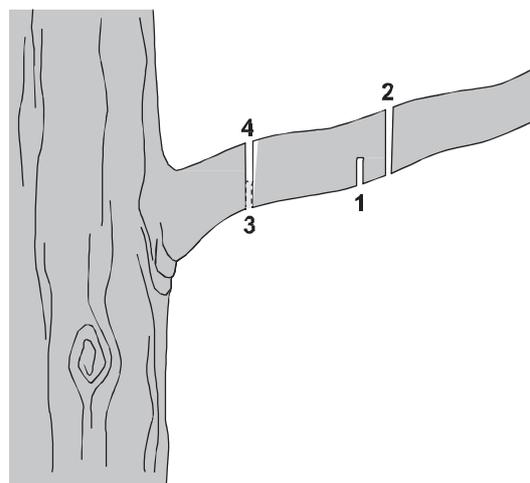

Figura 15
- a. Primeiro, efetue um corte de baixo para cima, um pouco além do local onde você pretende cortar o galho. O corte deve ir de um terço até a metade do galho. Veja Corte 1 na Figura 15, à direita.
- b. Efetue um corte de cima para baixo, certificando-se que ele está fora de onde o galho deverá ser serrado. Veja Corte 2 na Figura 15, à direita.
- c. Para prevenir o galho de se fragmentar, faça um pequeno corte de baixo para cima no local onde o galho será cortado. Veja Corte 3, na Figura 15, à direita.
- d. Corte o coto com um corte reto de cima para baixo, no mesmo local do Corte 3.. Veja Corte 4 na Figura 15, à direita.